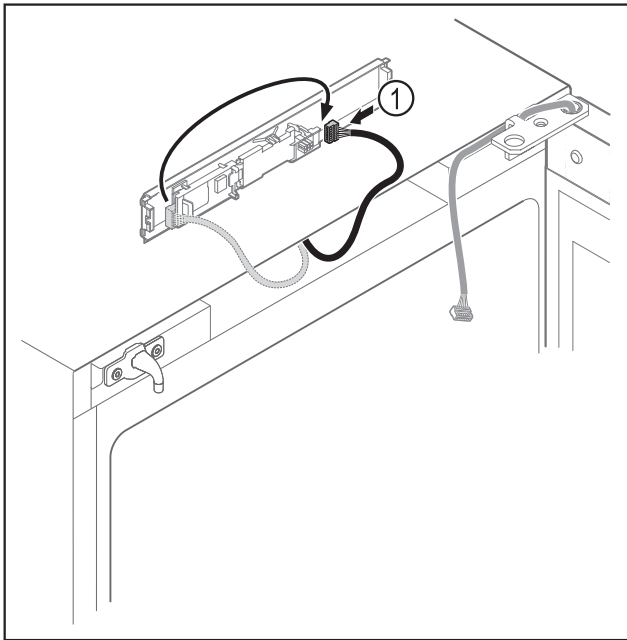

Fig. 19
- ▶ Преместете щекера Fig. 19 (1) на платката.